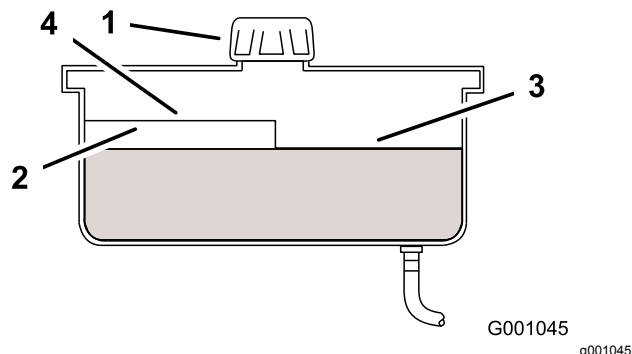

Figura 52
4. Limpe a área em torno do tampão e do tubo de enchimento do depósito hidráulico (Figura 52).
5. Retire o tampão do tubo de enchimento. Olhe para o interior para ver se existe fluido no reservatório (Figura 52).
- Nota:** Quando o fluido está quente, o nível de fluido está na parte superior do nível quente do abafador (Figura 52).